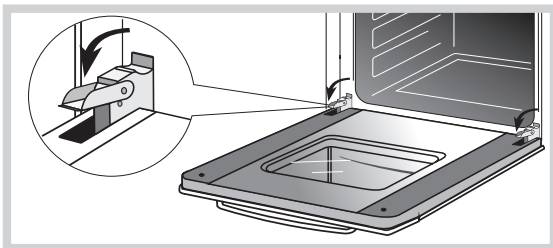

Рис.29
- поднимите и поверните до упора рычаги, расположенные на двух шарнирах (рис. 29),